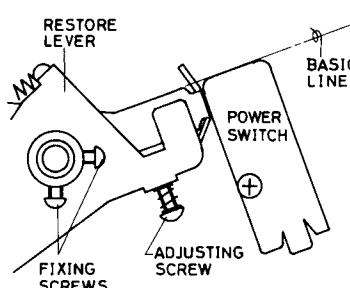

Fig. 3
a) Adjust by gradually turning the screw (see Fig. 3) so that the tonearm returns to the arm rest when the stylus tip reaches the zone designated on the record RG-667 (between 56-65mm from the center shaft). The tonearm should be placed on the arm rest when turning the screw.
b) With the tonearm fixed onto the arm rest, adjust the position of the restore lever so that its end (which comes in contact with the power switch) is positioned as shown in Fig. 3, and secure the set screws.
a) Réglage en tournant la vis progressivement (voir Fig. 3) de façon à ce que le bras de lecture revienne sur le repose-bras lorsque l'extrémité de la pointe de lecture atteint la zone indiquée sur le disque RG-667 (entre 56 et 65mm de l'axe central). Le bras de lecture doit être placé sur le repose-bras lorsque la vis est tournée.
b) Le bras de lecture étant fixé sur son support, ajuster la position du levier d'élévation de façon à ce que son extrémité (entrant en contact avec l'interrupteur) soit positionnée comme illustré sur la Fig. 3, et serrer les vis de fixation.